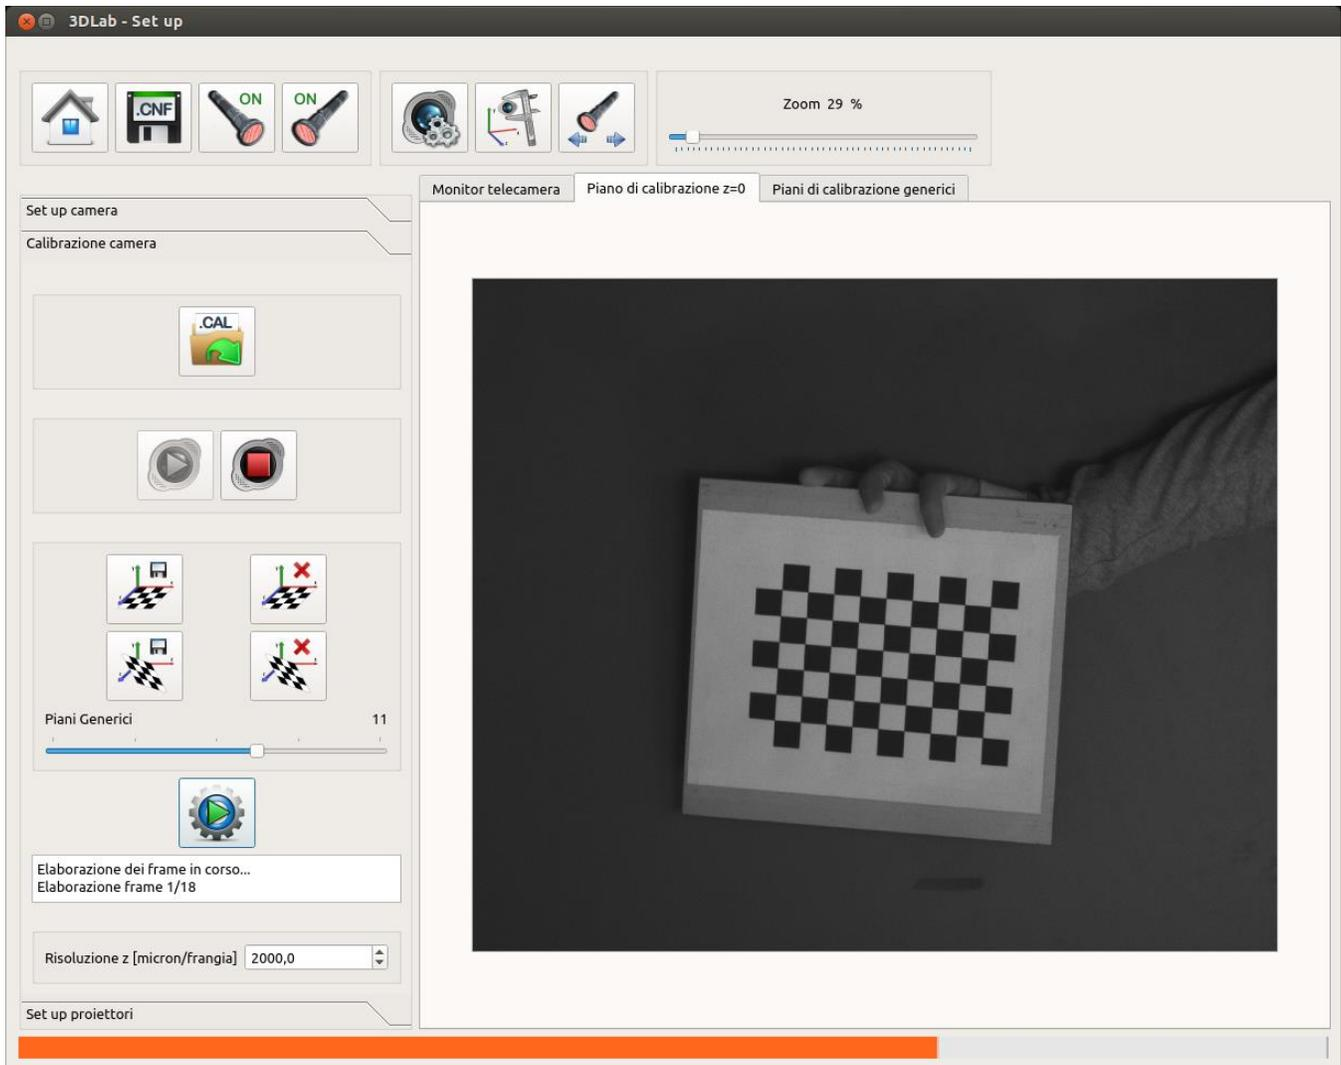

Figura 2.4: Pannello di Set Up con la tab di “Calibrazione camera” attiva, durante il processing di calibrazione.
La figura 2.4 mostra le funzionalità di calibrazione della camera, che viene attivato tramite il tasto  . Obiettivo di questo step, è produrre una mappa che corregga le distorsioni dell'ottica, traducendo in coordinate x-y reali (riferite al piano di riferimento 0) le coordinate degli indici discreti di ogni pixel. Tale operazione è
6. lanciare il processing di calibrazione tramite  . Durante la procedura, viene visualizzata una barra a scorrimento arancione nella parte inferiore dell'interfaccia, e, nell'apposita finestra di output sottostante, indicato l'andamento del processing e le immagini che nel caso sono scartate (vedi figura 2.4). Al termine della procedura, che richiede diversi minuti, viene fornita la precisione e l'errore con cui l'operazione di calibrazione è stata compiuta. È possibile acquisire ulteriori piani di calibrazione, che si aggiungono a quelli già acquisiti, ripartendo dallo step 3, per ottenere una calibrazione più precisa.
Un esempio di questo tab è stato proposto nella figura 2.4.